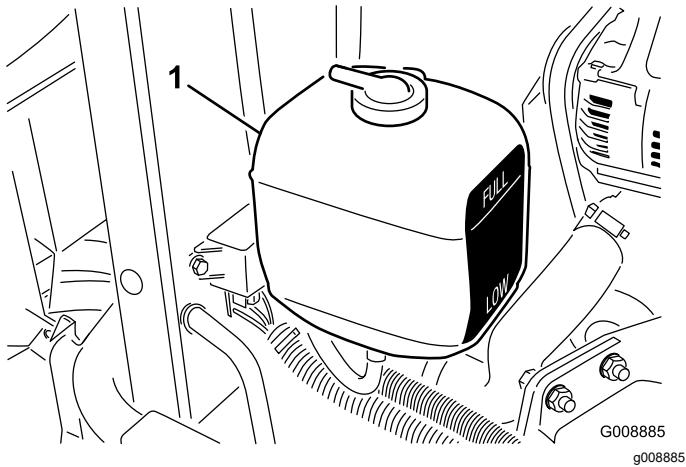

Figura 24
1. Verifique o nível de líquido de refrigeração do depósito secundário (Figura 24). Num motor arrefecido, o líquido de arrefecimento deve estar entre as marcas existentes no lado do depósito.